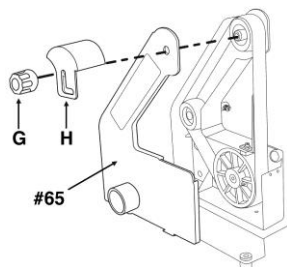

fig. 21
1. Retirez le bouton de verrouillage du garde-courroie (G), puis retirez le garde-courroie supérieur (H) et le couvercle latéral de la courroie (n° 65) (fig. 21).
4. Remettez en place le garde-courroie supérieur (H) et le couvercle latéral de la courroie (n° 65) puis fixez-les en place en serrant le bouton de verrouillage du garde-courroie (G) (fig. 21).